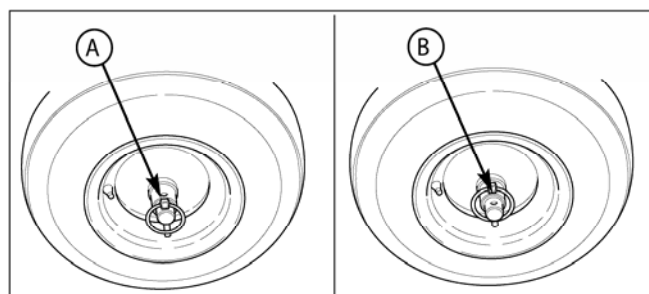

Рис. 6. Блокировка дифференциала
Для облегчения поворота, когда Вы толкаете машину без запуска двигателя, можно отключить правое колесо при помощи шплинта блокиратора дифференциала (рис. 6).
2. Чтобы отключить блокировку дифференциала, вставьте шплинт блокиратора (А, рис. 6) во внешнее отверстие правой оси. После этого машину можно откатить с минимальными усилиями в другое место.